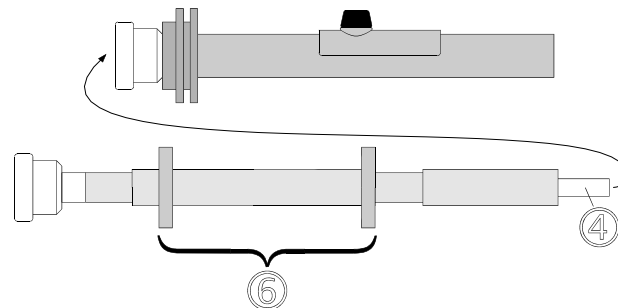

Fig. 4.3.a
Le barre di prolunga vengono collegate **una sotto l'altra** senza tubi di supporto avvitandole tra di loro (② e ③ in fig. 4.3.b). Soltanto la barra di prolunga ② collegata con l'impugnatura ① deve essere dotata di un tubo di supporto ④ . I tubi di supporto sono solo avvitati nelle barre di prolunga e possono essere facilmente cambiati.